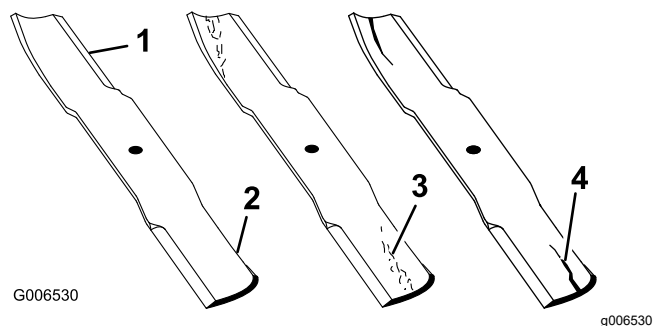

Figure 31
2. Examinez attentivement les tranchants de la lame, particulièrement au point de rencontre de la partie plane et de l'ailette (Figure 31). Le sable et les matières abrasives peuvent éroder le métal à cet endroit, c'est pourquoi il est important de contrôler l'état de la lame avant d'utiliser la machine. Remplacez la lame si elle
est usée (Figure 31) ; voir Dépose et pose des lames (page 21).
Si la lame est trop usée, une entaille se forme entre l'ailette et la partie plane (Figure 31). La lame peut alors se briser et un morceau être projeté du dessous de la machine, vous blessant gravement ou une personne à proximité.